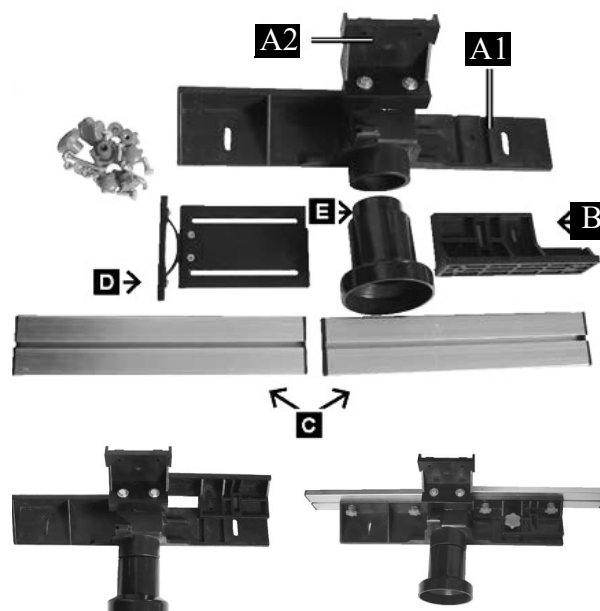

Abb. 5: Montage des Fräsanschlags
Hauptträger (Pos. A1, Abb. 5)
Aufbau (Pos. A2, Abb. 5)
Anschlagträger (Pos. B, Abb. 5)
Anschlagleisten 2 St. (Pos. C, Abb. 5)
Spannwinkel (Pos. D, Abb. 5)
Absaugstutzen (Pos. E, Abb. 5)
Schieben Sie den Anschlagträger (Pos. B, Abb. 5) auf den Hauptträger (Pos. A1, Abb. 5) in die vorgesehene Nut. Nun stecken Sie eine Schlossschraube M6x25 durch die Bohrung und schrauben eine Kunststoffkopfmutter mit Scheibe darauf.
Schritt 2: Montage der Anschlagleisten (Pos. C, Abb. 5)
Achten Sie darauf, die Anschlagleisten (Pos. C, Abb. 5) in der korrekten Richtung zu montieren.
Vergewissern Sie sich, dass die Anschlagleisten (Pos. C, Abb. 5) und der Hauptträger und Aufbau (A1 und A2) auf der gleichen Höhe montiert sind.